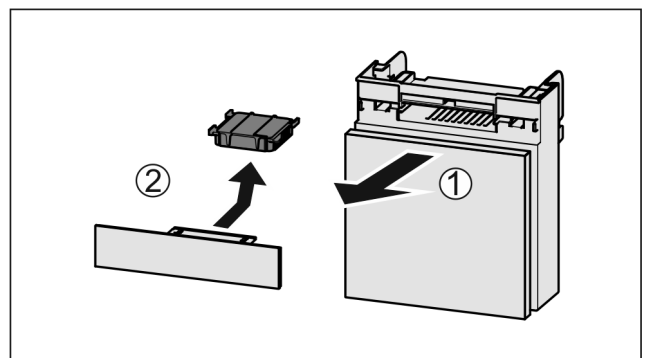

Fig. 102
- ▶ Vytiahnite zásuvku smerom dopredu Fig. 102 (1).
- ▶ Vyberte aktívny uhlíkový filter Fig. 102 (2).